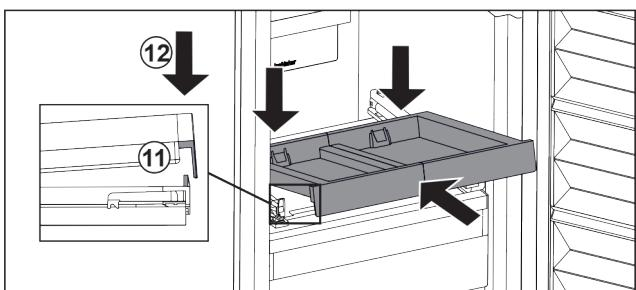

Fig. 84
- Zasuňte ju šikmo. Dbajte na to, aby sa na oboch stranach doraz nachádzal za sponou. Fig. 84 (11)
- Zložte vyťahovaciu poličku vpredu. Fig. 84 (12)